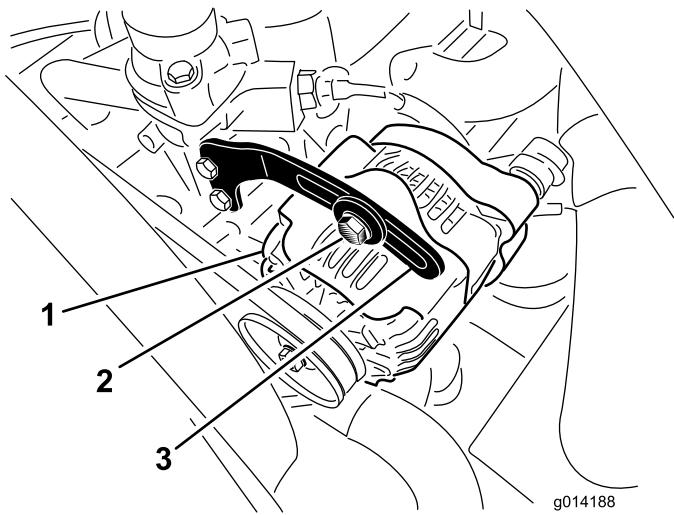

図 45
2. オルタネータ側プーリとクランクシャフト側プーリ間の中央部でオルタネータベルト(図45)を指で10kg程度の力で押してベルトの張りを点検する。
3. ブレースをオルタネータ図45に固定しているボルトと、オルタネータのピボットボルトをゆるめる。